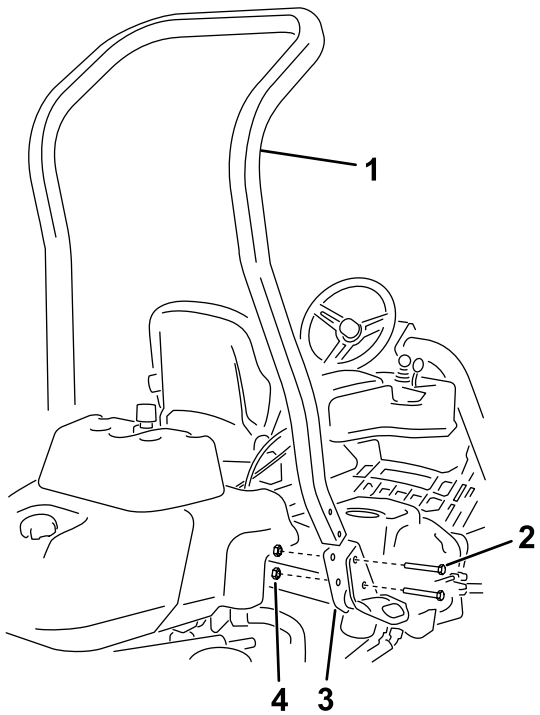

图 3
3. 如 **图 3** 所示用 4 个螺栓 $\frac{1}{2} \times 3\frac{3}{4}$ 英寸和 4 个凸缘螺母 $\frac{1}{2}$ 英寸将翻车保护杆安装到机器两侧的 ROPS 支架上。